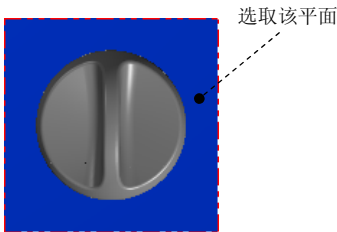
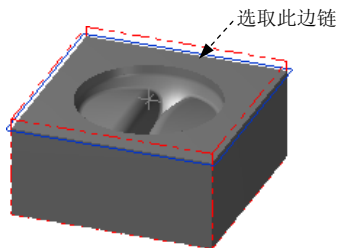

图 4.4 定义参考面
图 4.5 绘制矩形边界
Step1. 绘制矩形边界。单击“顶视图”按钮，选择 **C 绘图** → **B 边界盒** 命令，系统弹出“边界盒选项”对话框，取消选中 ☐ 所有图素 复选框，选取图 4.4 所示的面，然后单击按钮，系统返回至“边界盒选项”对话框，在延伸区域的 X 文本框中输入 2，在 Y 文本框中输入 2。单击按钮，完成矩形边界的绘制，结果如图 4.5 所示。